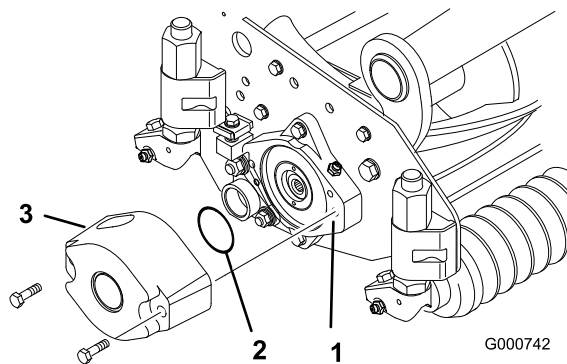
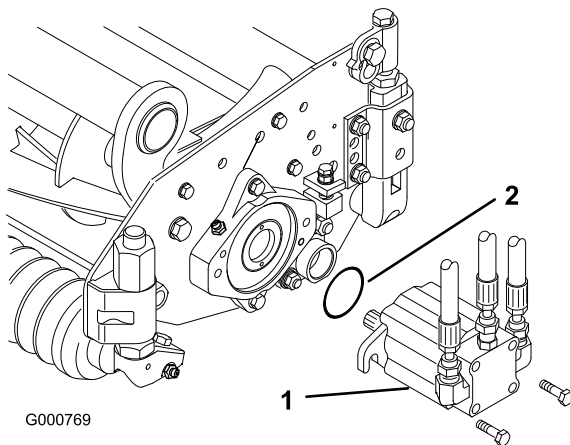

Bild 4
Bild 7
4. Montieren Sie ein Gegengewicht mit den mitgelieferten Kopfschrauben am entsprechenden Ende jedes Mähwerks (**Bild 4**).
3. Schmieren Sie einen großen O-Ring ein und setzen Sie ihn in den Lagergehäuseschlitz an jedem Ende des Mähwerks ein (**Bild 4** und **Bild 7**).
13. Montieren Sie den Motor am Antriebsende des Mähwerks und befestigen Sie ihn mit den zwei Kopfschrauben (Bild 7).